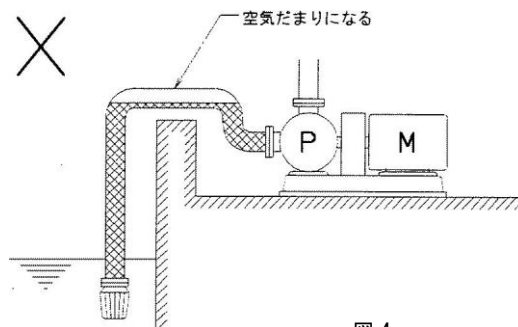

図 4
- 5) 吸込管は図 4 のように配管の途中に空気だまりになる凸部を作らないようにしてください。空気だまりのために揚水できなかつたり、ドライ運転になってポンプ内摺動部を焼き付かせるおそれがあります。
- (7) 流し込み、押し込みの場合